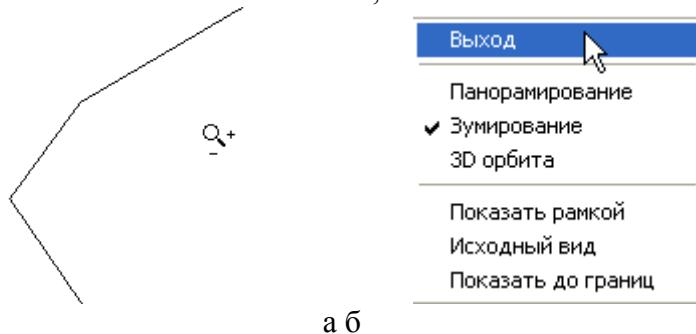

Рис. 7
- щелкните ПКМ по чертежу и выберите команду **Зумирование**. В результате форма курсора станет в виде лупы с плюсом справа и с минусом слева (рис. 7, а), это означает, что при движении зажатой ЛКМ вправо чертеж будет увеличиваться, а при движении влево – уменьшаться. Поработайте инструментом до тех пор, пока не почувствуете его;
- чтобы выйти из режима **Зумирование**, нажмите ПКМ и из контекстного меню выберите команду **Exit (Выход)**(рис. 7, б) и Вы снова перейдете в режим построения объектов, при этом снова появится сетка;